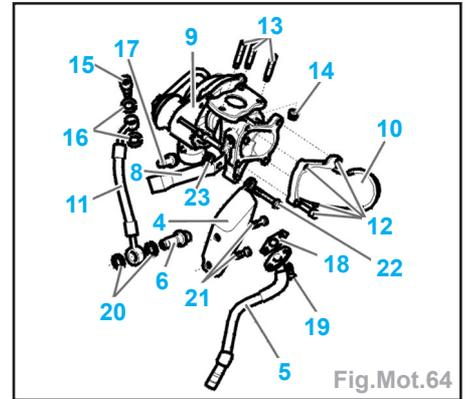

Fig.Mot.64
Impératif : remplacer systématiquement les écrous (14) et les vis (19) (Fig. Mot.64).